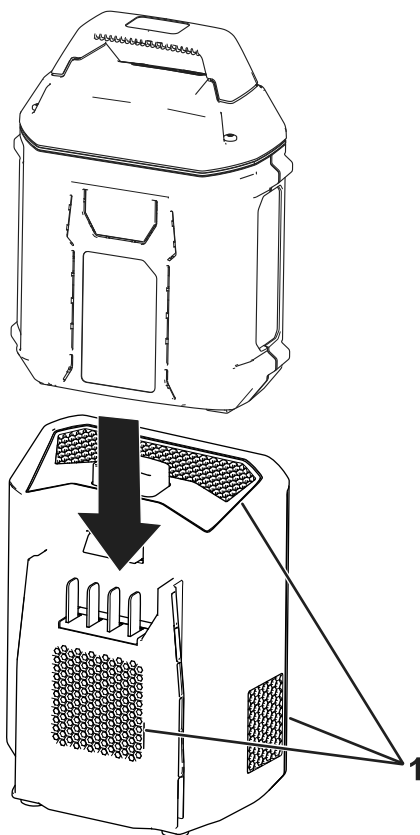

Figure 4
1. Vérifiez que les événements de la batterie et du convertisseur sont exempts de poussière et de débris (Figure 4).
3. Alignez le creux de la batterie sur la languette du convertisseur (Figure 4).